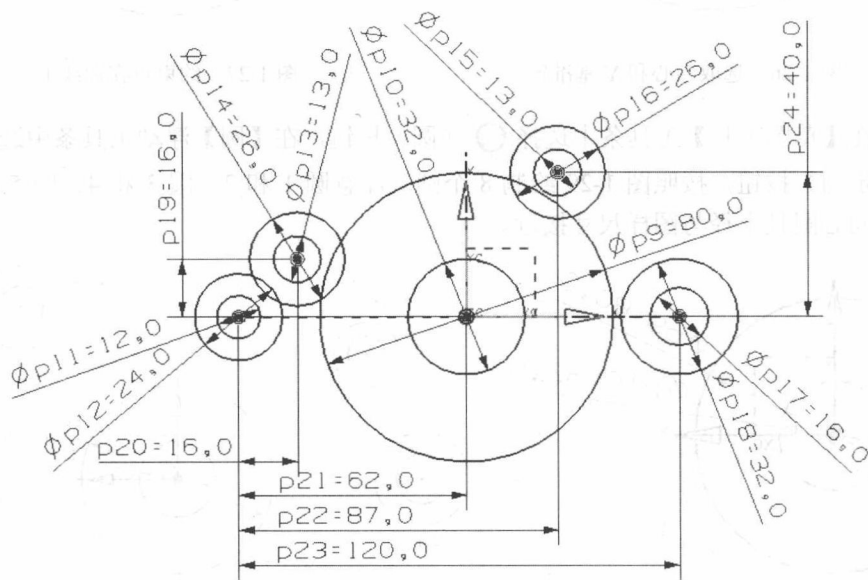

图 1-31 添加尺寸约束
(7) 添加尺寸约束。在【草图工具】工具条中选择  (自动判断的尺寸) 按钮，按照图 1-31 的尺寸进行标注， $\phi p11=20$ ， $\phi p12=24$ ， $\phi p13=13$ ， $\phi p14=26$ ， $\phi p15=13$ ， $\phi p16=26$ ， $\phi p17=16$ ， $\phi p18=32$ ， $p19=16$ ， $p20=16$ ， $p21=62$ ， $p22=87$ ， $p23=120$ ， $p24=40$ ，此时草图曲线全部转换成绿色，表示已经完全约束。